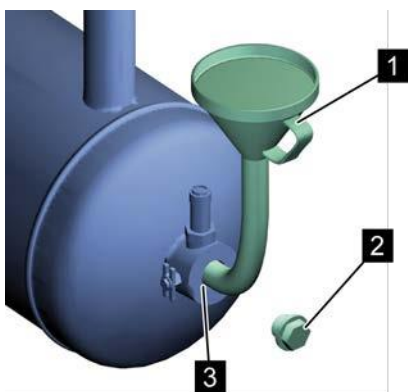

Рис. 40: Заливной штуцер
8. При помощи воронки (Рис. 40/1) залейте охлаждающую жидкость до заливной кромки заливного штуцера (Рис. 40/3).
10. Вставьте резьбовую пробку наливного отверстия (Рис. 40/2) и затяните ее ☞ Приложение В «Моменты затяжки винтов» на странице 126.